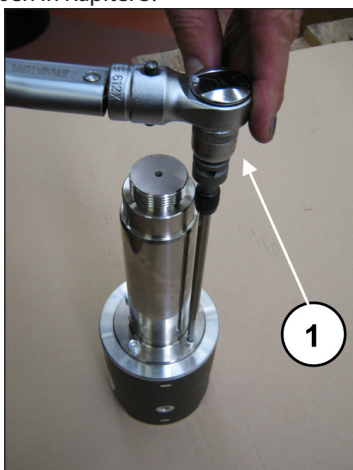

Abb. 51
Spannen Sie die Pleuelführung mithilfe des speziellen Werkzeugs in einen Schraubstock und eichen Sie die Schrauben mit einem Drehmomentschlüssel (Pos. ①, Abb. 51) gemäß Angaben in Kapitel 3.